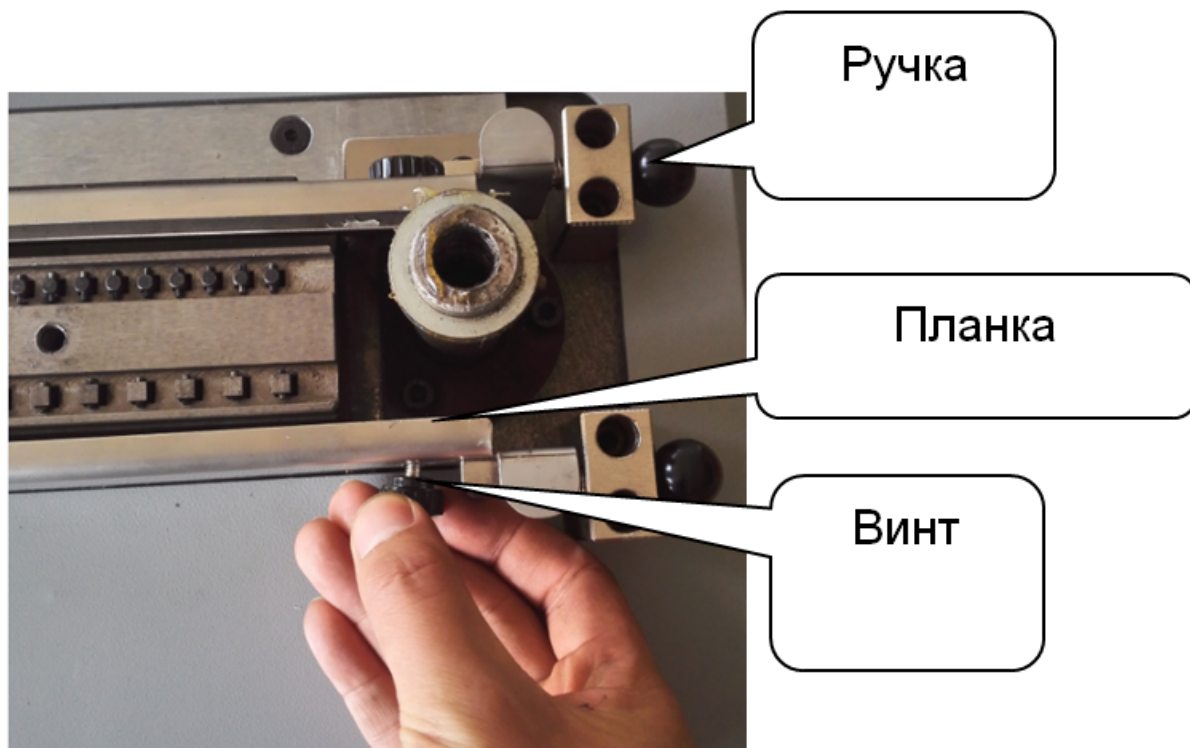

Рисунок 3
3. Ослабьте 4 винта спереди и сзади, потяните ручку и извлеките 2 планки спереди и сзади (рисунок 3).